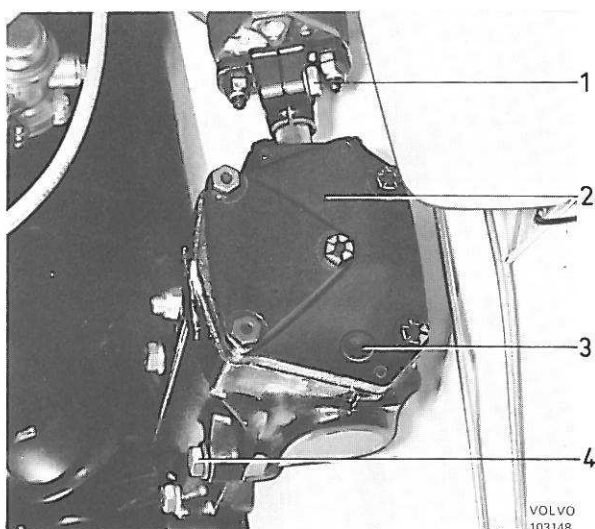

Figure 57. Direction mécanique
3. Enlever la vis de serrage (1, figure 57). Retirer les vis de fixation (4) et déposer le boîtier de direction (2).
2. Régler la position du volant pour roues avant alignées. Poser le boîtier de direction en place et le centrer dans le flasque d'entraînement. Mettre les vis de fixation (4, figure 57) et les serrer. Serrer la vis de serrage (1).